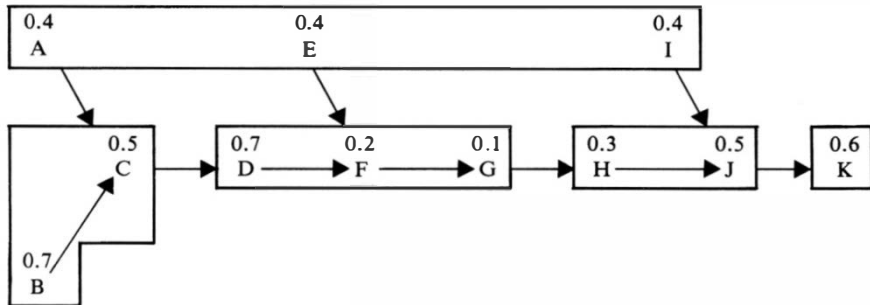

Figura 25. Balanceo de la línea de ensamblaje de carburadores usando un tiempo de ciclo igual a 1.2 minutos/unidad.
b) Realiza un nuevo balanceo con el nuevo tiempo del ciclo. En la Figura 25 se muestra el nuevo balanceo de la línea: